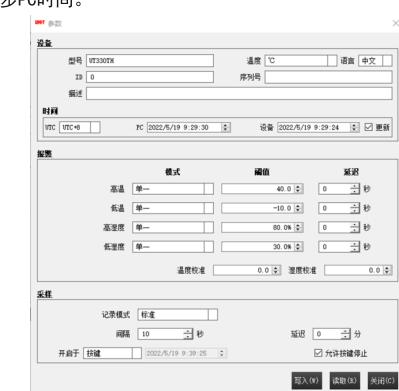

图3 (PC 软件设置界面)
2. 将记录仪插进PC端USB接口，记录仪主界面显示USB，等待记录仪生成PDF、CSV报告后“USB Datalogger”电脑软件才能识别U盘，打开软件进行参数配置（如下图3）或者数据分析；